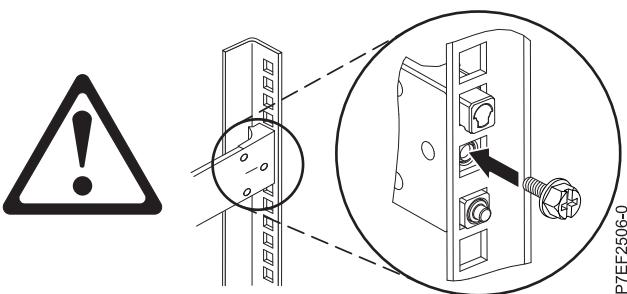

図4. ねじの再取り付け
4. 図4に示すように、前のステップで取り外したねじを再取り付けします。